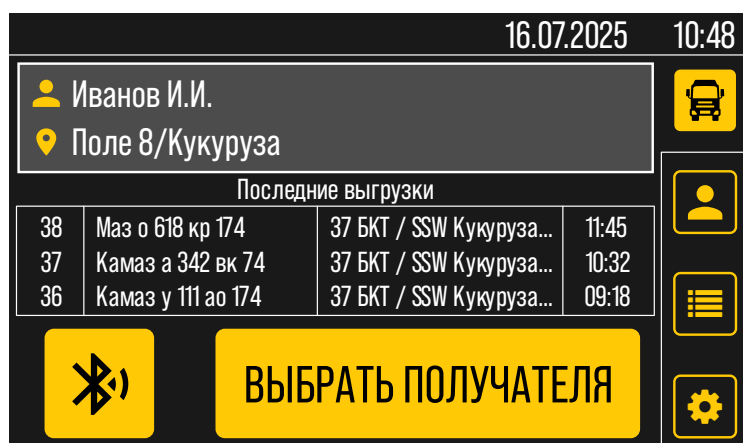

Рис.16. Экран выбора получателя
- Перейдите на экран выбора получателя (**Рис.16**), нажав кнопку  в боковом меню справа.